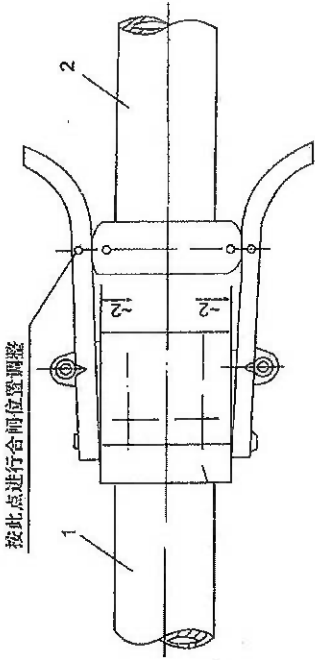

图1-12 左、右触头接触时状态
6、主闸刀处于合闸位置时触指离开定位板的间隙应均匀 (如图1-12所示) 约2毫米, 调整完毕后, 可将罩子重新罩上, 在母线拉力下, 左右触头允许偏离标记点10毫米 (绝对值)。